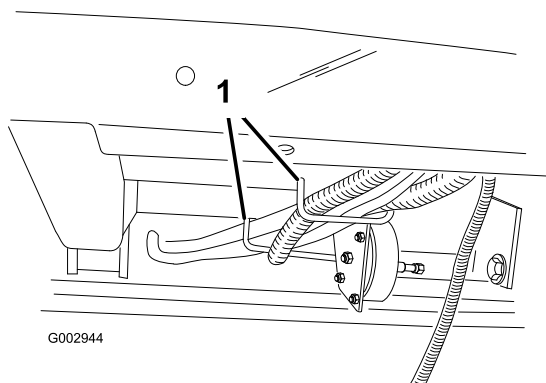

Figure 50
8. Faites passer le faisceau du boîtier de commande arrière à travers le tableau de bord, sous le véhicule, à travers les anneaux de faisceaux de câblage sous le plancher (Figure 50) ou les colliers en R sur les véhicules plus récents.